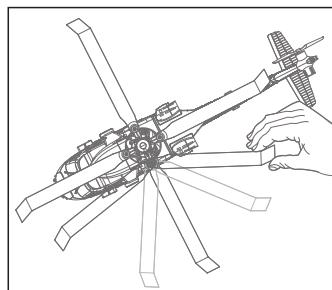

図3. 機体を上から見た図
- ローターブレードを固定するネジを締め付け過ぎると機体が振動してうまく飛びません。ローターブレードが抜け落ちる事の無い状態で左右に自由に動く状態が正常です。(図3)